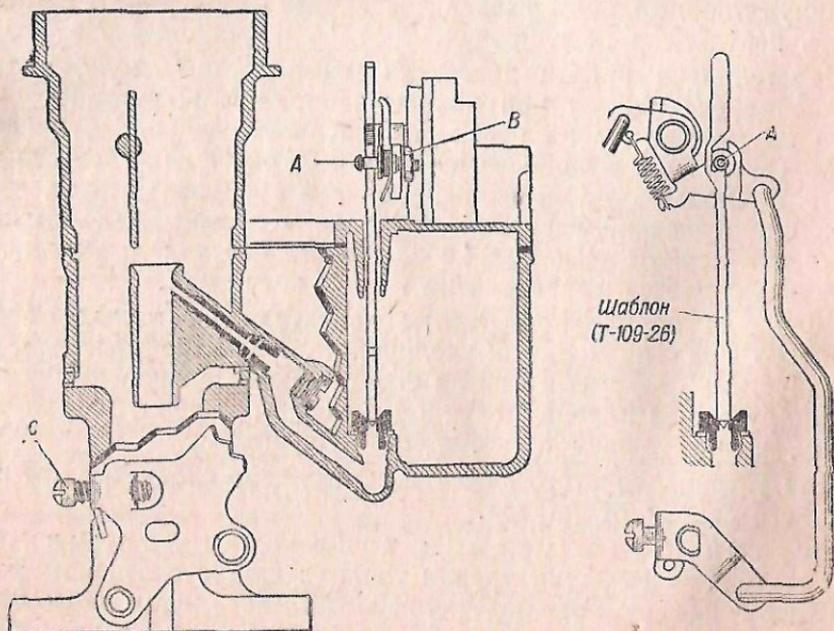

Рис. 35. Проверка и регулировка положения калиброванной иглы главного дозирующего устройства
1) отвернуть упорный винт С (рис. 35) рычага дроссельной заслонки так, чтобы заслонка плотно закрывалась;
При полностью закрытом дросселе ось *A* дозирующей иглы должна входить в прорезь шаблона и упираться в ее нижнюю кромку, как это показано на рис. 35, справа.